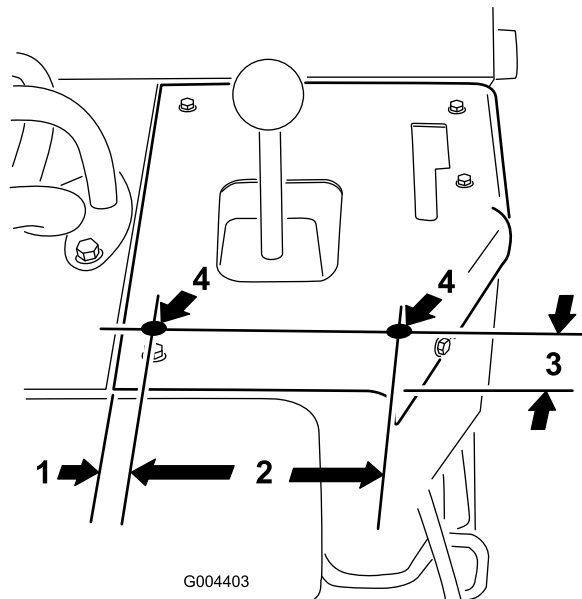

Bild 8
2. Bohren Sie zwei Löcher (mit einem Durchmesser von 3/8 Zoll) in das Armaturenbrett unter dem Hubarmhebel, siehe Bild 8.